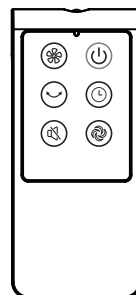

Fig.10
### I. Telecomando (Fig.10)
- (1) Fai scivolare la cover del vano batteria.
- (2) Inserisci le batterie come mostrato nella Fig.10.
- (3) Reinserisci la Cover Batteria.